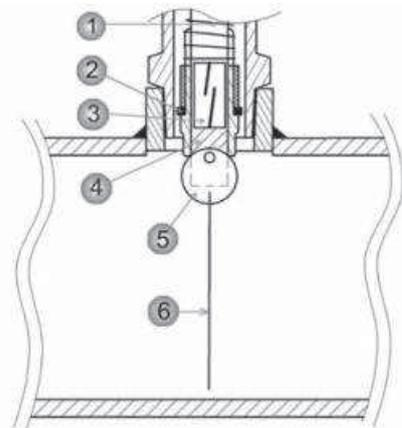

Рисунок 1.1. Герконовое реле разомкнуто
Датчик потока выполнен в виде лопасти с эксцентриком. При отсутствии потока в трубопроводе, лопасть (6) перпендикулярна трубопроводу – контакты герконового реле (3) разомкнуты (рисунок 1.1).